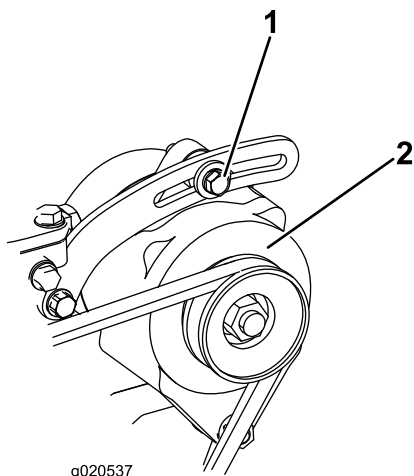

図 52
ベルト図 52 は100運転時間ごとに劣化状態と張りを点検します。
2. たわみが10mmでない場合には、オルタネータ取り付けボルトをゆるめる図 52。適当な張りに調整してボルトを締める。ベルトのたわみが適切に調整されたことを確認する。